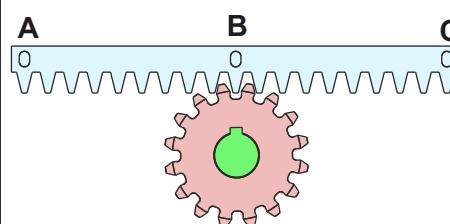
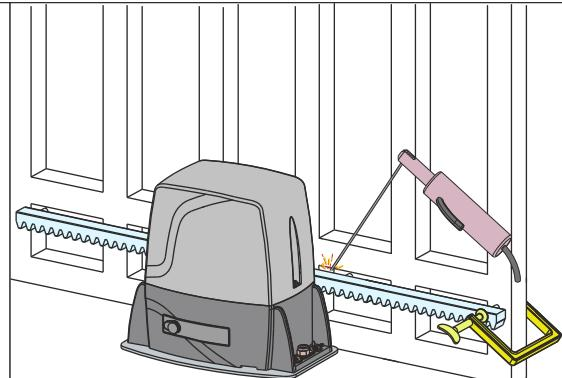

Fig. 9
Fig. 10
- 7.3.** Placer l'élément de crémaillère sur le pignon denté de l'opérateur de façon qu'il soit parallèle à le guide de coulissemement au sol; le positionner comme sur la Fig. 9 et souder électriquement le cliquet central **B** à la structure du portail - Fig. 10. Déplacer manuellement le portail jusqu'à ce que le cliquet **C** soit correspondant au pignon, donc le souder électriquement. Effectuer la même opération pour le cliquet **A** après l'avoir mis en correspondance avec le pignon;